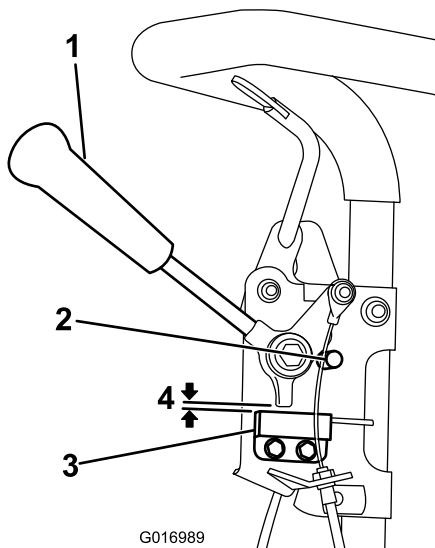

Figure 33
1. Coupez le moteur, désengagez le levier de commande de déplacement et appuyez-le contre la butée de point mort (Figure 33).
2. Desserrez les fixations du contacteur de sécurité (Figure 33).
3. Placez une cale de 0,08 cm entre le levier de commande de déplacement et le contacteur de sécurité (Figure 33).